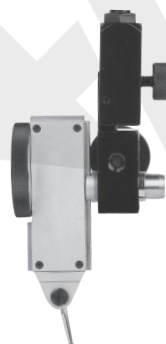

Abb.3
- sie kann mit einer Klemme befestigt werden (Abb.3)